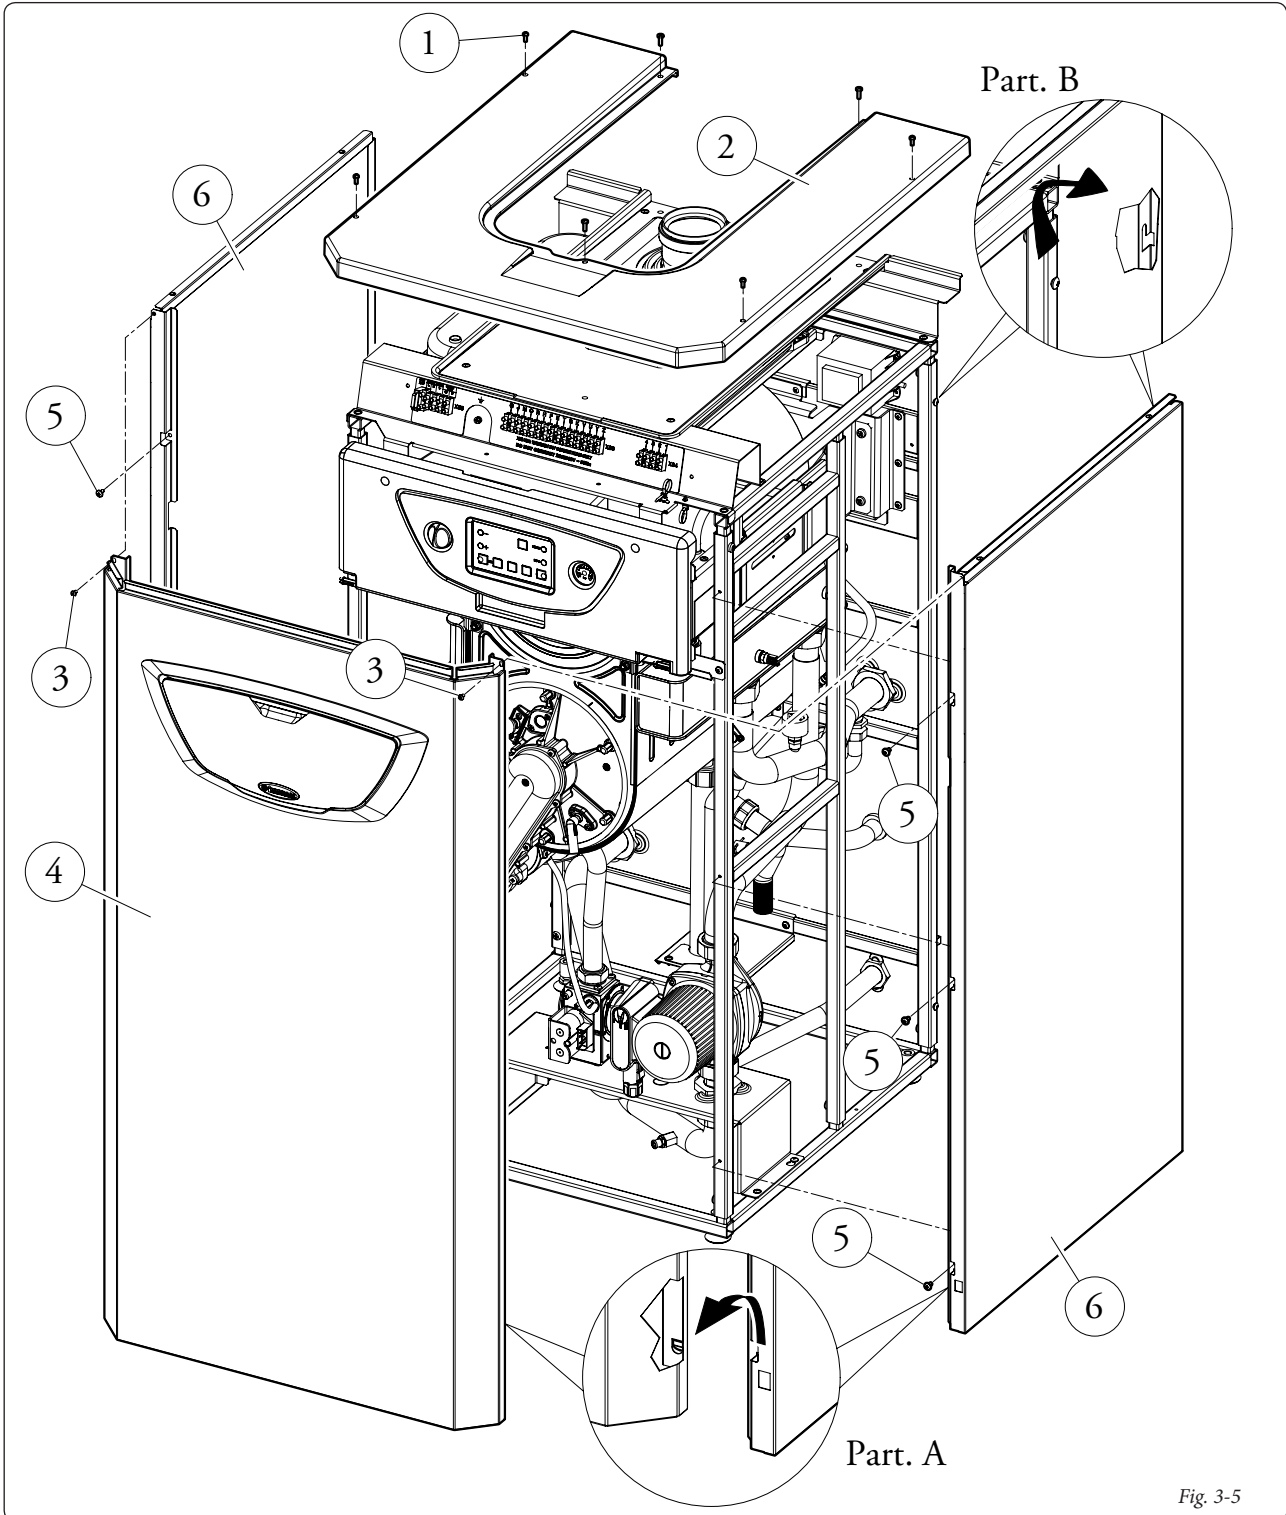
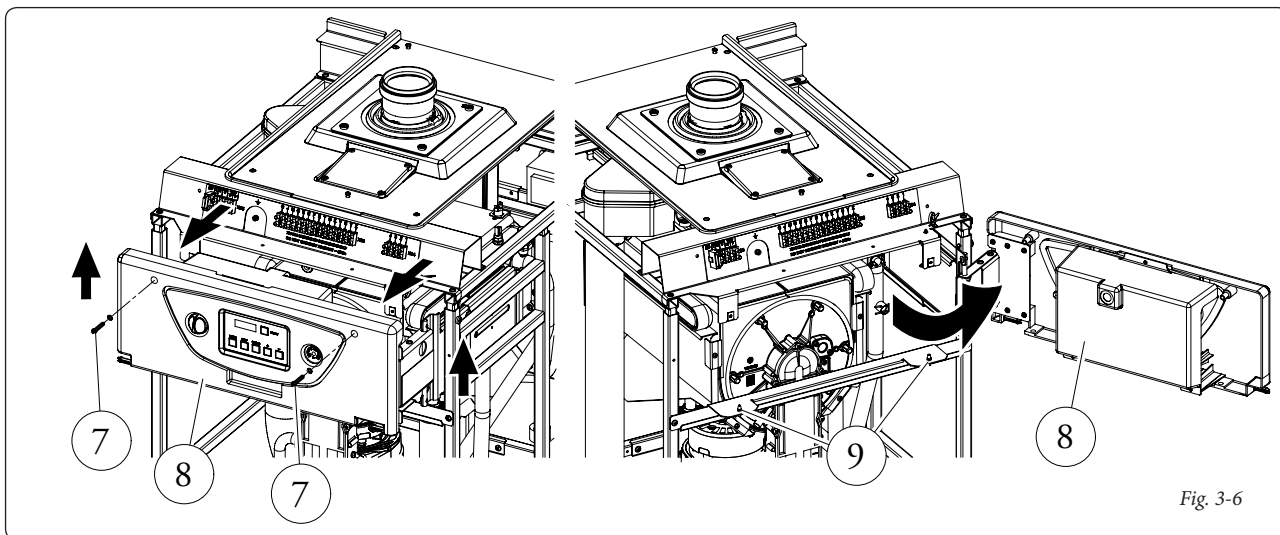

Fig. 3-5
Fig. 3-6
- Smontaggio mantello (Fig. 3-5).
- smontare il coperchio superiore (2) svitando le viti di fissaggio (1), per effettuare questa operazione è possibile lasciare montata la fumisteria.
- svitare le viti frontali (3), spingere leggermente verso l'alto la facciata (4) in modo da liberarla dalle asole di fissaggio inferiori e tirarla verso se stessi (part. A);
- smontare i due fianchi mantello (6) svitando le viti (5) presenti (3 per ogni fianco) successivamente spingere leggermente verso l'alto in modo da liberare il fianco dalla propria sede e tirarlo verso l'esterno (part. B).
- Apertura cruscotto (8) (Fig. 3-6).
- Svitare le due viti frontali (7).
- Sollevare il cruscotto prendendolo dai fianchi per farlo uscire dai perni di fissaggio (9).